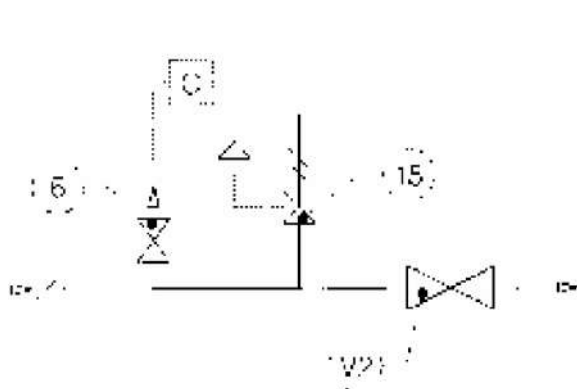

Рис. 7
3.3.1 УСТАНОВКА НЕПОСРЕДСТВЕННО В ЛИНИИ (РИС. 7)